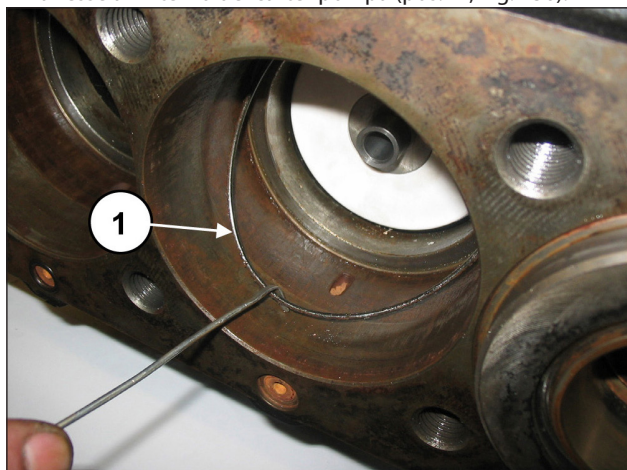
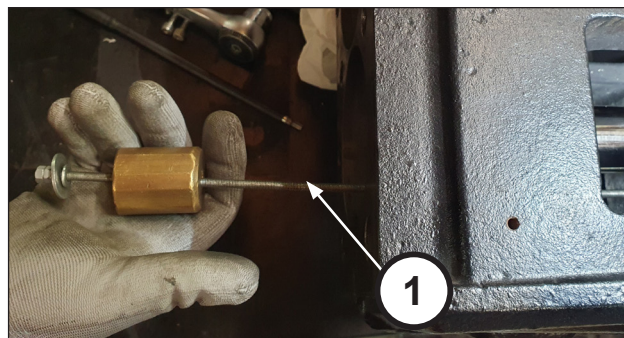

Fig. 136
Fig. 139
Estrarre il gruppo supporto guarnizioni e l'attrezzo tampone. Rimuovere l'O-Ring di fondo supporto guarnizione qualora rimanesse all'interno del carter pompa (pos. ①, Fig. 136).
Posizionare la guida pistone al punto morto inferiore, avvitare un estrattore M6 negli appositi fori posti sul coperchio (pos. ①, Fig. 136) ed estrarre il coperchio paraolio dal gruppo pompa (pos. ①, Fig. 139).